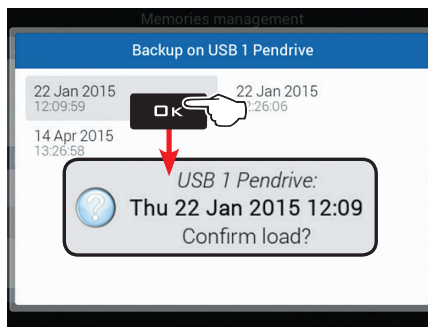

Fig. 286
- Välj backup-mapp att ladda upp (Fig. 286) och tryck **OK**.